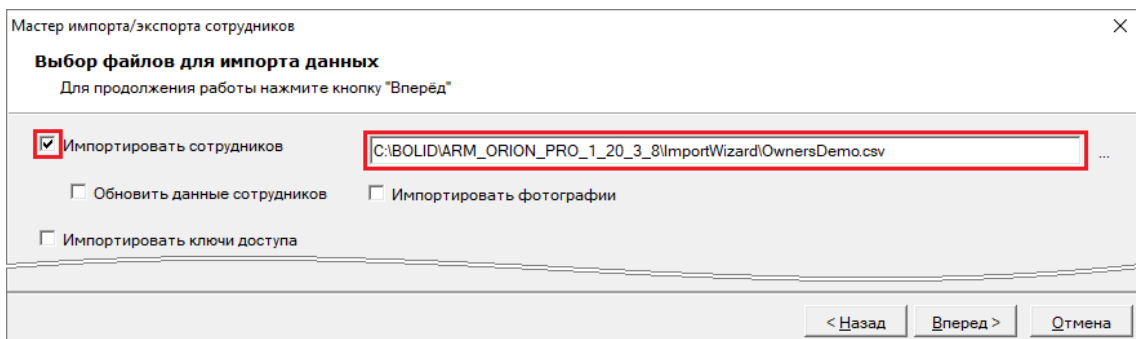

Рисунок 15-59 Выбор импорта персонала и соответствующего файла
- 8) В шаге «Выбор файлов для импорта данных» (см. п. 15.4.1) выбрать импорт персонала (установкой флага напротив параметра «Импортировать сотрудников») и выбрать для импорта подготовленный файл импорта (см. Рисунок 15-59);